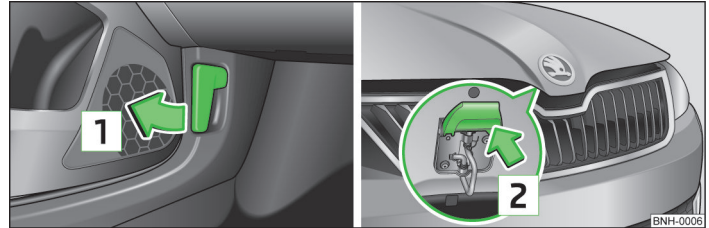

Abb. 131 Entriegelungshebel für Motorraumklappe / Entriegelungshebel
› Abb. 131.
- › Den Entriegelungshebel in Pfeilrichtung **2** drücken » Abb. 131, die Motorraumklappe wird entriegelt.
Niemals die Motorraumklappe am Entriegelungshebel öffnen » Abb. 131.